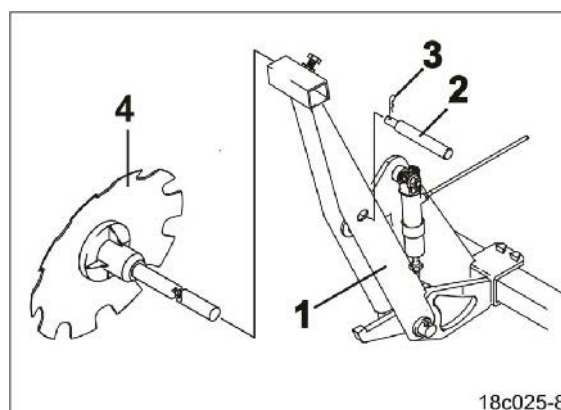

Рис. 137
3. Закрепите кронштейны диска маркера (Рис. 137/1) с помощью пальцев (Рис. 137/2).
4. Застопорите палец шплинтом (Рис. 137/3).
5. Агрегат оснащен двумя кронштейнами диска маркера (Рис. 137/1). Зафиксируйте второй кронштейн диска маркера в соответствии с данным выше описанием.
6. Выньте диски маркеров (Рис. 137/4) из кронштейнов.
Диски маркеров (Рис. 137/4) перевозите в соответствующем отделении.